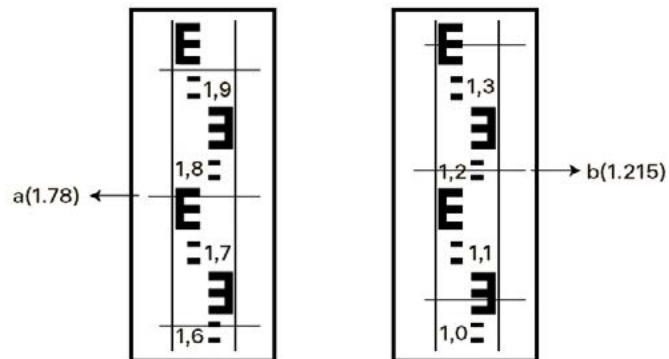

Abbildung 4
- Richten Sie die optische Nivelliergeräte auf die Mitte der Stange B. Notieren Sie den Höhenwert der Nivellierlatte in der Mitte des Fadenkreuzes (Abb. 4).
- Enfoque el nivel óptico en el centro de la barra B. Anote el valor de altura que la barra de nivelación muestra en el centro de la retícula (Fig. 4).